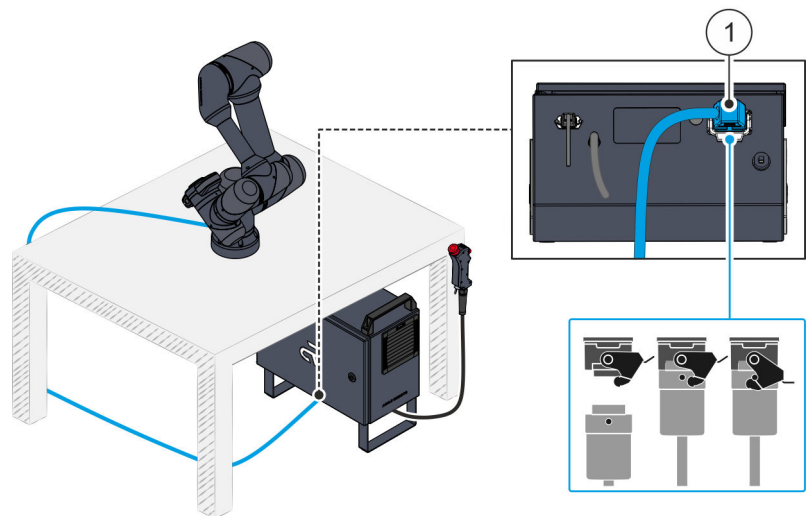

Abb. 54 Roboter und Robotersteuerung verbinden
24. Verbindungskabel des Roboters in die zugehörige Anschlussbuchse an der Robotersteuerung stecken Abb. 54/1.
Dabei beachten, dass der Kabelstecker mithilfe des Bügels an der Anschlussbuchse verriegelt wird Abb. 54.